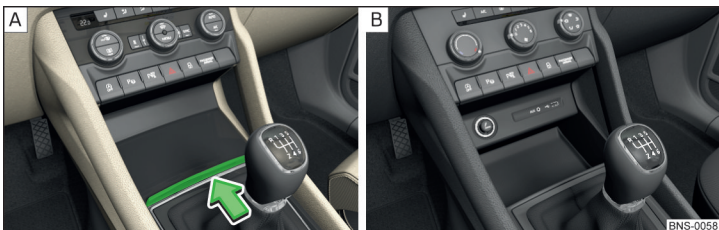

Abb. 95 Ablagefach öffnen / Nicht abschließbares Ablagefach
- » Zum **Öffnen** auf die Deckelkante in Pfeilrichtung drücken » Abb. 95 - **A**.
Bestimmte Modellausführungen verfügen über keinen Deckel des Ablagefachs » Abb. 95 - **B**.